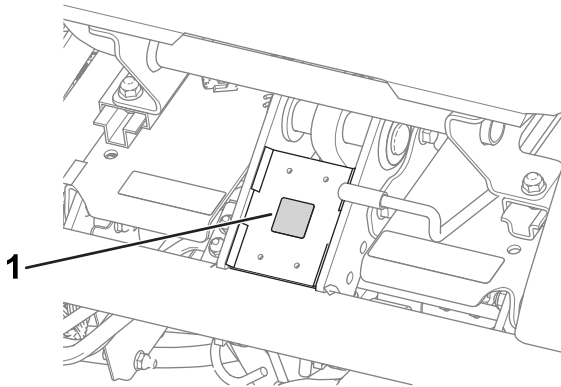

Figura 8
- Aplique la pegatina con marca CE al bastidor debajo de la parte delantera del asiento (Figura 8).